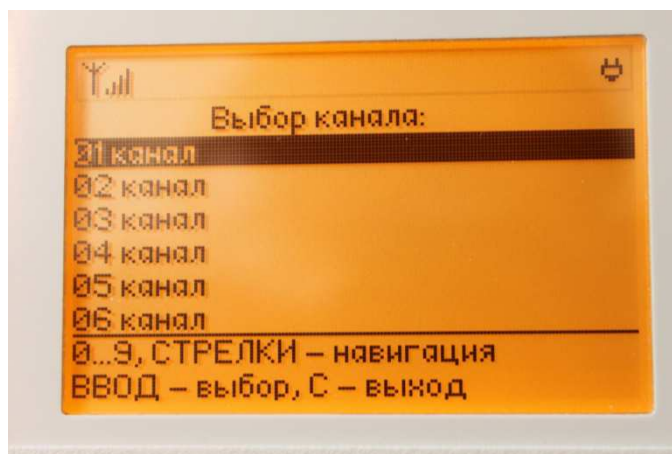

Рисунок 9.
4.3. Выберите «Задержка удара» и нажмите клавишу «ВВОД» (рис. 9).